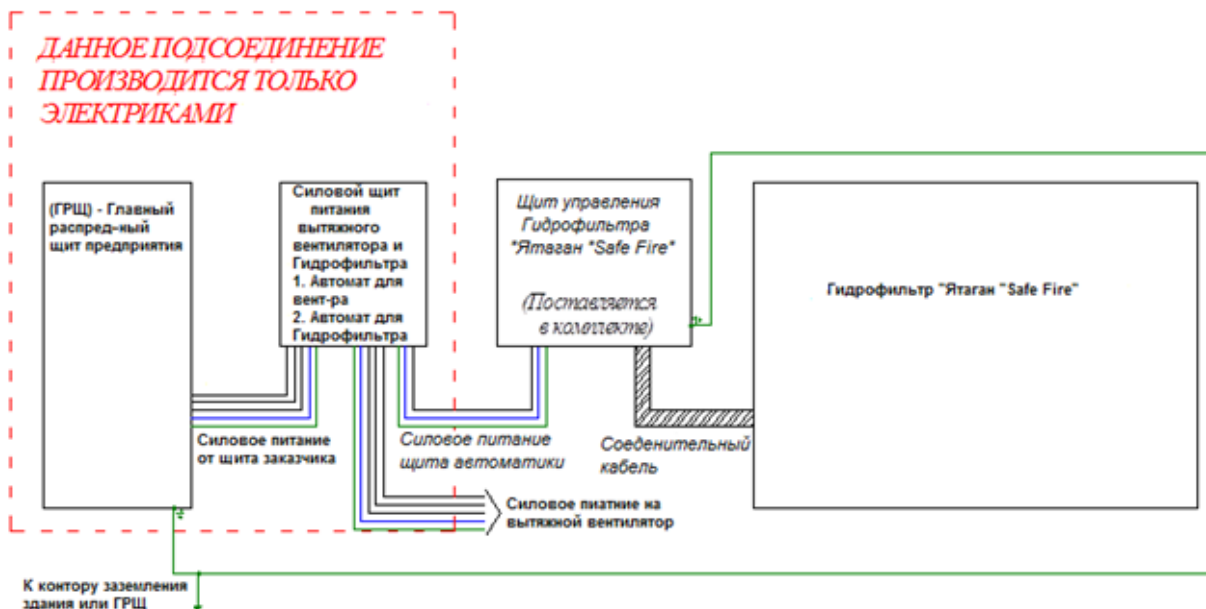

Рис. 10. Схема подключения электропитания Гидрофильтра «Ятаган «Safe Fire».
- 1.6. Подключить Щит Автоматики и управления (ЩА) и Щит Силовой (ЩС) с помощью электросоединительного кабеля, согласно схеме подключения электропитания (рис. 10).